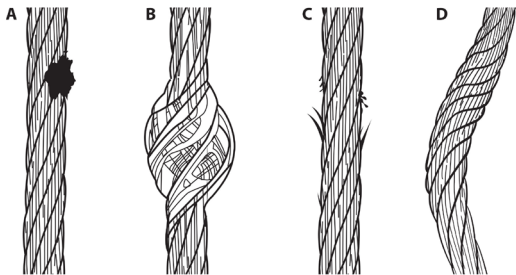

Figura 9: Inspección del cable
| Inspeccione toda la longitud de la cuerda componente. Revise atentamente la cuerda de salvamento del cable en busca de alambres con hebras rotas, quemaduras por salpicaduras de soldadura, escoria de soldadura, jaulas de pájaros, torceduras y hebras dobladas. Examine también en busca de óxido, suciedad, pintura, grasa o aceite. Compruebe si hay daños causados por la corrupción química o el calor excesivo, como se evidencia con la decoloración. Consulte la Figura 9 para ver ejemplos. Si existe alguna de estas condiciones, retire el SRD del servicio. |      |       |
Extraiga todo el cable y revise toda la longitud de trabajo en busca de daños causados por corrosión química o calor excesivo, como se evidencia de decoloración (A), jaulas de pájaros (B), hebras de alambre rotas (C), torceduras y hebras dobladas (D), consulte la Figura 9. El cable debe retraerse completamente sin fluctuaciones y debe permanecer tirante bajo tensión sin combarse.
Lista de verificación de inspección: Utilice la Tabla 1: Pautas para la inspección de cables SRD para inspeccionar el SRD. Consulte la Figura 9 para ver ejemplos de daños en los cables.